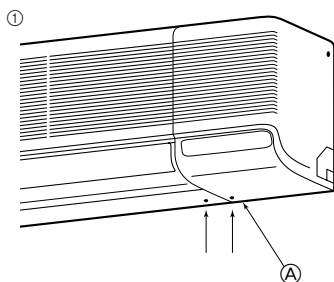

Fig. 3-6
1) Σωλήνες στο πίσω, δεξιό και χαμηλότερο μέρος (Fig. 3-6)
① Βγάλτε το δεξιό πλευρικό πλαίσιο.
① Βγάλτε το πλευρικό πλαίσιο